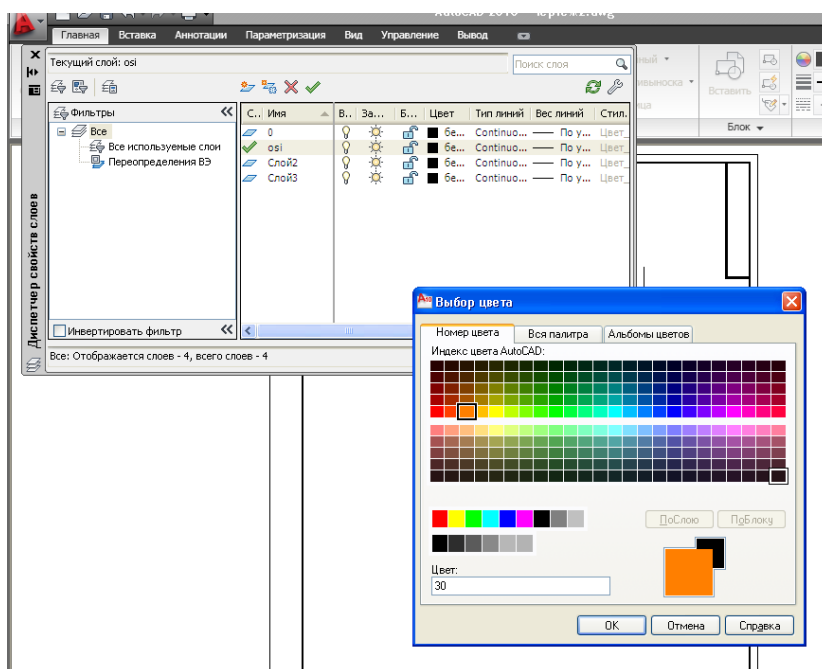

Рис. 4. Диалоговое окно **Выбор цвета**.
- ☞ Для изменения цвета щелкните на названии в колонке **Цвет**. Активизируется диалоговое окно **Выбор цвета** (рис.4).